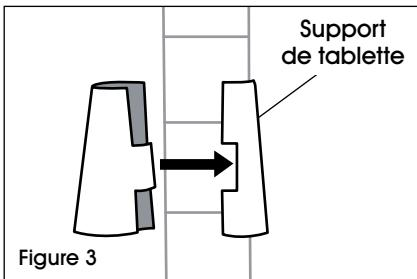

Figure 3
1. Commencez par la tablette la plus basse. Enclenchez les deux parties d'un support de tablette (la partie la plus large vers le bas) autour du montant à la rainure la plus basse où la tablette doit être placée. Glissez le support vers le haut ou vers le bas jusqu'à ce qu'il s'enclenche dans la rainure. Ajoutez un support de tablette au même endroit sur les montants restants. (Voir Figure 3)